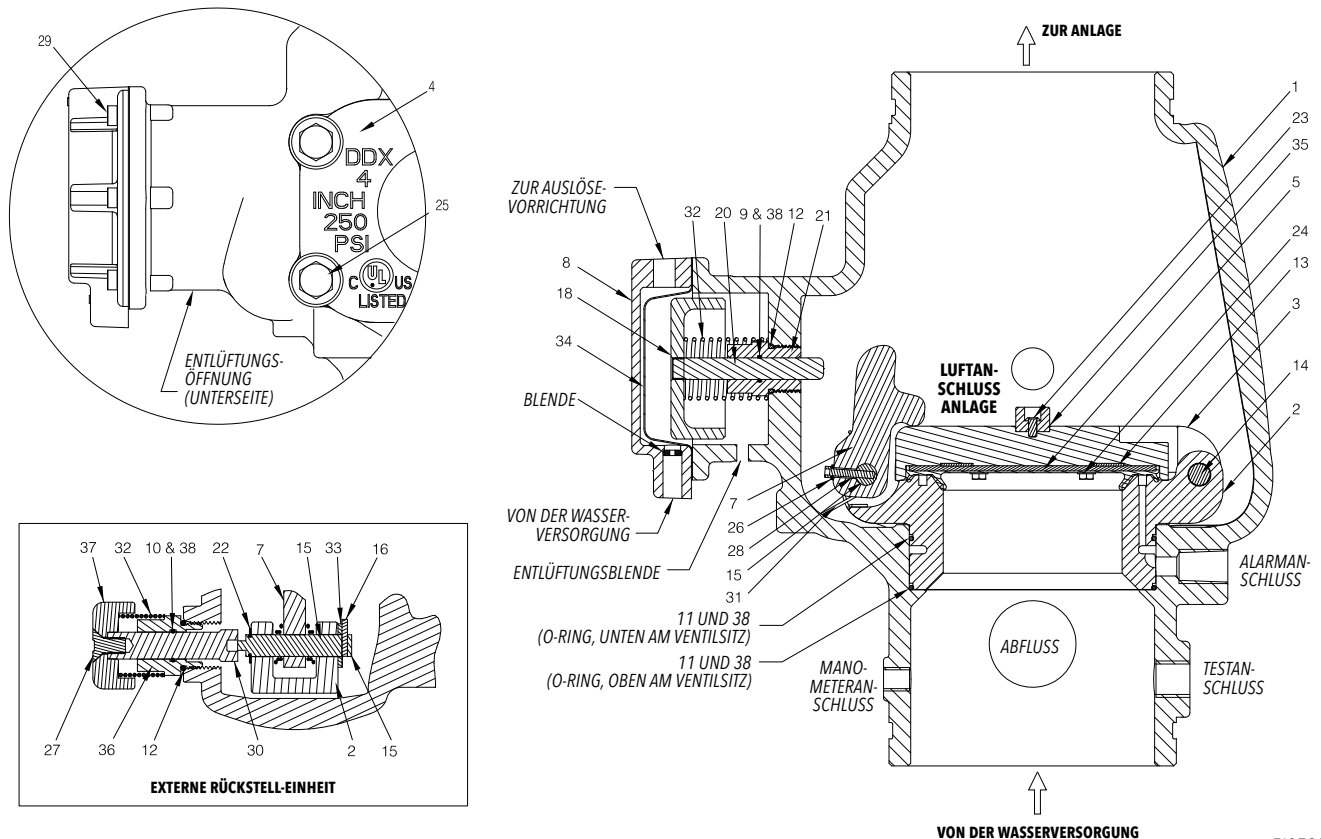

Abb. 8
Dies kann durch eine Leckage an der Anlagenseite der Dichtungseinheit (Abb. 7, Nr.8 oder Abb. 8, Nr.5) des Sprühflutventils Modell DDX hervorgerufen werden. Sicherstellen, dass die Oberfläche derselben
Tritt Rohrleitungsluft durch das Schnüffelventil aus, besteht das Problem entweder in einem Schaden an der trockenen Seite der Dichtungseinheit des Sprühflutventils Modell DDX (Abb. 7, Nr.8 oder Abb. 8, Nr.5), des Ventilsitzes (Abb. 7, Nr.29 oder Abb. 8, Nr.2), des O-Rings oberhalb des Ventilsitzes (Abb. 7, Nr.23 oder Abb. 8, Nr.11) oder, nur bei Ventilen der Größe 8" (200 mm), des O-Ringes am Montagering (Abb. 7, Nr.2). Tritt Wasser aus dem Schnüffelventil aus, könnte das Problem entweder in einem Schaden der Dichtungseinheit des Sprühflutventils Modell DDX (Abb. 7, Nr.8 oder Abb. 8, Nr.5), des Ventilsitzes (Abb. 7, Nr.29 oder Abb. 8, Nr.2), oder des O-Rings unterhalb des Ventilsitzes Abb. 7, Nr.24 oder Abb. 8, Nr.11) bestehen. Der folgende Abschnitt enthält Anweisungen zur Behebung beider Zustände:
- B) Entfernen Sie den Ventildeckel (Eingriffsluke) (Abb. 7, Nr.7 oder Abb. 8, Nr.4) des Sprühflutventils und prüfen Sie Ventilsitz (Abb. 7, Nr.29 oder Abb. 8, Nr.2), Ventildeckelklappe (Abb. 7 Nr.6 oder Abb. 8, Nr.3) und Dichtungseinheit (Abb. 7, Nr.8 oder Abb. 8, Nr.5) auf Beschädigungen. Wird bei einer Sichtprüfung ein Schaden an der Dichtungseinheit (Abb. 7, Nr.8 oder Abb. 8, Nr.5) festgestellt, ist diese wie folgt zu ersetzen:
Sprühflutventile Modell DDX (Konfiguration mit eingesetztem Ventilsitz) – Teilleiste (siehe Abb. 8)
Für Ventilgrößen: 4" (100 mm), 165 mm, 6" (150 mm) nur bei Variante „eingesetzter Ventilsitz“, siehe Abb. 3 und Abb. 8:
Auf der Rückseite des Ventils den Trimabschnitt zum Ablassen der Wassersäule zunächst durch Lösen des Bogenanschlusses (Abb. 3, Nr.21) abnehmen. Danach das 1/4" Durchgangsventil (Abb. 3, Nr.32) gefolgt von der 3/4"x 1/4" Reduziermuffe (Abb. 3, Nr.53) entfernen. Den Haltering (von der Seite der Eingriffs Luke) vom Scharnierstift (Abb. 8, Nr.14) der Ventildeckelklappe entfernen; diesen Stift durch den Ausgang des Kondenswasserabflusses drücken und die Ventildeckelklappen-Gruppe entfernen. Die vier Befestigungsmuttern (Abb. 8, Nr.24), die die Dichtungsplattengruppe (Abb. 8, Nr.5) halten, lösen. Unterziehen Sie die Ventildeckelklappe (Abb. 8, Nr.3) vor dem Einbau einer Sichtprüfung. Etwas Schmiermittel auf Silikonbasis auf die vier Befestigungsschrauben auftragen. Eine neue Dichtungsplatte montieren. Die Befestigungsschrauben auf etwa 40 inch-pounds anziehen und wieder zusammenbauen. Ist der Ventilsitz (Abb. 8, Nr.2) beschädigt oder ist anzunehmen, dass eine Leckage am unteren O-Ring (Abb. 8, Nr.11) auftritt, kann die Gruppe Ventilsitz-Ventildeckelklappe auf die folgende Weise einfach entfernt werden:
Mit einem 5/16" Innensechskantschlüssel die beiden 3/8" NPT Rohrstopfen (Abb. 8, Nr.19 (nicht dargestellt)) an der Seitenkammerseite des Sprühflutventils Modell DDX entfernen. Die Gruppe Ventilsitz-Deckelklappe wird durch zwei Sperrstifte (Abb. 8, Nr.17 (nicht dargestellt)) gehalten. In der Mitte dieser Stifte befindet sich eine 1/4"-20 Gewindebohrung. Entfernen Sie die beiden Sperrstifte mithilfe einer 1/4"-20 Schraube und ziehen Sie sie heraus (die beiden Sperrstifte haben kein Außengewinde, daher ist ein Drehen mit der verbundenen Schraube oder Gewindestange
nicht zu empfehlen). Eine bewährte Methode ist die Verwendung einer 1/4"-20 Gewindestange mit einer Feststellmutter am unmontierten Ende. Halten Sie die Feststellmutter mit einer Zange und tippen Sie die Zange in die Gegenrichtung vom Sprühflutventil. Dabei sollten die Sperrstifte aus dem Sprühflutventil gezogen werden. Schieben Sie die Gruppe Ventildeckelklappe-Ventilsitz bei geschlossener (nicht verriegelter) Deckelklappe (Abb. 8, Nr.3) aus dem Ventilgehäuse, indem Sie zwei Schlitzschraubendreher unter die Befestigungsösen von Hebel und Deckelklappe schieben und solange anhebeln, bis sich die Gruppe Ventildeckelklappe-Ventilsitz aus der Ventilöffnung hebt. Fassen Sie in das Ventil und greifen Sie die Gruppe Ventildeckelklappe-Ventilsitz von den Seiten. Stellen Sie sicher, dass sich die Klappe in geschlossener Position (siehe Abb. 1) befindet, heben und drehen Sie die Ventilsitz/-deckelklappengruppe im Uhrzeigersinn um 90 Grad, so dass die Hebelseite der Gruppe nach oben in Richtung des Auslasses des Sprühflutventils zeigt. Als nächstes drehen Sie die Gruppe Ventilsitz/-deckelklappe 90 Grad um die Mittelachse des Ventils, so dass die Deckelklappe in Richtung Eingriffsöffnung und der Hebel immer noch in Richtung des Sprühflutventils zeigen. Drehen Sie dann die Gruppe Ventilsitz/-deckelklappe um 90 Grad, so dass die Klappe nun in Richtung Auslass des Sprühflutventils und der Hebel in Richtung der Rückseite des Ventils zeigt. Ziehen Sie die Gruppe Ventilsitz/-deckelklappe durch die Eingriffs Luke an der Scharnierstift-Seite heraus. Durch Drehen nach oben kann die Gruppe Ventilsitz/-deckelklappe leichter herausgezogen werden, da der Hebel ein gerades Entnehmen verhindert. Führen Sie eine Sichtprüfung an allen Komponenten der Gruppe Ventilsitz/-deckelklappe durch und ersetzen Sie beschädigte Teile. Bei jeder erneuten Montage sollten neue O-Ringe (Abb. 8, Nr.11) eingesetzt werden.
Die Bohrungen am Ventilgehäuse reinigen. Die Bohrungen mit O-Ring-Fett behandeln. Die O-Ringe (Abb. 8, Nr.23 und Nr.24) fetten und am Ventilsitz anbringen. O-Ring des Montagerings (Abb. 7, Nr.2) fetten und ins Gehäuse einsetzen. (Nur bei Ventilgröße 8" (200 mm)). Die Gruppe Ventildeckelklappe-Montagering durch die Luke ins Sprühflutventil einsetzen, wobei darauf zu achten ist, dass der O-Ring des Montagerings (Abb. 7, Nr.2) nicht verrutscht oder beschädigt wird. (Nur bei Ventilgröße 8" (200 mm)). Den Montagering so ausrichten, dass der Hebel (Abb. 7, Nr.15) sich am Stößel (Abb. 7, Nr.25) befindet, und sich die „Ohren“ des Montagerings (Abb. 7, Nr.5) zwischen den Ausbuchtungen am Ventilgehäuse
Für Ventilgrößen: 4" (100 mm), 165 mm, 6" (150 mm) nur bei Variante „eingesetzter Ventilsitz“ siehe Abb. 8:
Es ist wahrscheinlich, dass der O-Ring unterhalb des Ventilsitzes (Abb. 8, Nr. 11) an der unterseitigen Öffnung des Sprühflutventilgehäuses verblieben ist. Entsorgen Sie diesen O-Ring und reinigen Sie die Öffnung. Schmieren Sie die Öffnung mit O-Ring-Fett und platzieren Sie den unteren O-Ring auf dem Ansatz der unterseitigen Öffnung und stellen Sie sicher, dass er vollen Kontakt zur Öffnung hat. Schmieren Sie den unterseitigen Ansatz und den oberen O-Ring (Abb. 8, Nr.11) der erneuerten Gruppe Ventilsitz-Ventildeckelklappe. Setzen Sie die Gruppe Ventildeckelklappe-Ventilsitz mit dem Hebel (Abb. 8, Nr.7) zuerst in die Eingriffsluke und drehen die Gruppe bis der Hebel in Richtung Auslass des Sprühflutventils zeigt. Drehen Sie als Nächstes die Gruppe Ventildeckelklappe-Ventilsitz 90 Grad um die Mittelachse des Ventils, bis die Unterseite der Gruppe zur Stößelstange zeigt (Abb. 8, Nr.20). Drehen Sie dann die Gruppe Ventildeckelklappe-Ventilsitz 90 Grad gegen den Uhrzeigersinn, so dass die Klappe (Abb. 8, Nr.3) in Richtung Auslass des Sprühflutventil und der Hebel (Abb. 8, Nr.7) zur Stößelstange (Abb. 8, Nr.20) zeigt. Sobald sich die Gruppe Ventildeckelklappe-Ventilsitz in dieser Position befindet, schieben Sie die Gruppe einfach in die Öffnung des Ventils ein; achten Sie dabei darauf, dass sie gerade ist und der Sitz die Öffnung nicht blockiert. Durch leichtes Drehen kann die Gruppe Ventildeckelklappe-Ventilsitz ordnungsgemäß eingesetzt werden. Nachdem Sie sichergestellt haben, dass die Gruppe Ventildeckelklappe-Ventilsitz sich in vollständig geöffneter Position befindet und der Hebel (Abb. 8, Nr.7) mit der Stößelstange ausgerichtet
ist (Abb. 8, Nr.20), reinigen und schmieren Sie die beiden Sperrstifte (Abb. 8, Nr. 17 (nicht dargestellt)) mit O-Ring-Schmiermittel. Schieben Sie die beiden Sperrstifte in das Gehäuse des Sprühflutventils, um den Sitz zu arretieren. Durch leichtes Drehen und Drücken auf die Gruppe Ventildeckelklappe-Ventilsitz lassen sich die Stifte besser einschieben. Montieren Sie die beiden 3/8" NPT Rohrstopfen (Abb. 8, Nr. 19 (nicht dargestellt)) wieder. Montieren Sie den Deckel der Luke (Abb. 8, Nr.4) wieder, und konfigurieren Sie das Sprühflutventil Modell DDX gemäß Abschnitt „Doppelt verriegelte vorgesteuerte Anlagen Typ D für Modell DDX zurücksetzen“.
An der Unterseite der Stößelstangenkammer befindet sich eine kleine Entlüftungsöffnung (siehe Abb. 7 oder Abb. 8). Tritt Luft oder Wasser aus diesem Loch aus, gehen Sie folgendermaßen vor:
- c) Heben Sie die Abdeckung der Stößelstangenkammer (Abb. 7, Nr.3 oder Abb. 8, Nr.8) durch Entfernen der sechs Befestigungsschrauben (Abb. 7, Nr.26 oder Abb. 8, Nr. 29) ab.
Wasseraustritt aus der Entlüftungsöffnung wird durch eine undichte Membran (Abb. 7, Nr.18 oder Abb. 8, Nr.34) verursacht. Führen Sie eine Sichtprüfung der Abdeckung der Stößelstangenkammer (Abb. 7, Nr.3 oder Abb. 8, Nr.8), des Kolbens (Abb. 7, Nr. 17 oder Abb. 8, Nr. 18) und der Öffnung des Ventils (Abb. 7, Nr.1 oder Abb. 8, Nr.1) durch, um die Ursache für die Membranbeschädigung zu finden und diese zu beheben. Installieren Sie eine neue Membran.
Verkehrte Montage führt zur Fehlfunktion! Rollen Sie die Membran, so dass die glatte Oberfläche (die Druckseite) der Innenseite der Abdeckung der Stößelstangenkammer entspricht und montieren Sie die sechs Befestigungsschrauben (Abb. 7, Nr.26 oder Abb. 8, Nr. 29) mit einem Anzugsmoment von 15 foot-pounds. Konfigurieren Sie das Sprühflutventil Modell DDX gemäß Abschnitt „Doppelt verriegelte vorgesteuerte Anlagen Typ D für Modell DDX zurücksetzen“.
Nr. 11 oder Abb. 8, Nr. 9) verursacht. Entfernen Sie die Gruppe Kolben/Stößelstange, die Feder der Stößelstange (Abb. 7, Nr. 34 und Abb. 8, Nr. 32), und die Stößelführung (Abb. 7, Nr. 11 oder Abb. 8, Nr. 21). Stellen Sie durch Drehen mit der Hand sicher, dass die Stößelstange nicht aus dem Kolben herausgeschraubt werden kann. Ersetzen Sie alle O-Ringe und die Stößelführung (Abb. 7, Nr. 21, 22 und 11 oder Abb. 8, Nr. 9, 12 und 21). Das korrekte Anzugsmoment für die Stößelführung beträgt 35 inch-pounds. **VORSICHT: Die Stößelführung nicht zu fest anschrauben.** Bauen Sie die ausgebauten Komponenten wieder ein. Setzen Sie die Membran (Abb. 7, Nr. 18 oder Abb. 8,
Nr. 34) wieder ein, wenn sie noch in gutem Zustand ist, andernfalls muss sie ersetzt werden. **ANMERKUNG: Die Membran hat zwei verschiedene Oberflächen; sie ist nicht bidirektional. Verkehrte Montage führt zur Fehlfunktion!** Rollen Sie die Membran, so dass die glatte Oberfläche (die Druckseite) der Innenseite der Abdeckung der Stößelstangenkammer entspricht und montieren Sie die sechs Befestigungsschrauben (Abb. 7, Nr. 26 oder Abb. 8, Nr. 29) mit einem Anzugsmoment von 15 foot-pounds. Konfigurieren Sie das Sprühflutventil Modell DDX gemäß Abschnitt „Doppelt verriegelte vorgesteuerte Anlagen Typ D für Modell DDX zurücksetzen“.